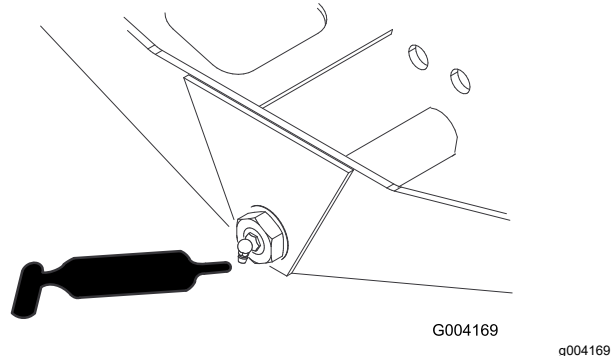

Figura 69
- Pivotal axă directoare (1) - Figura 69